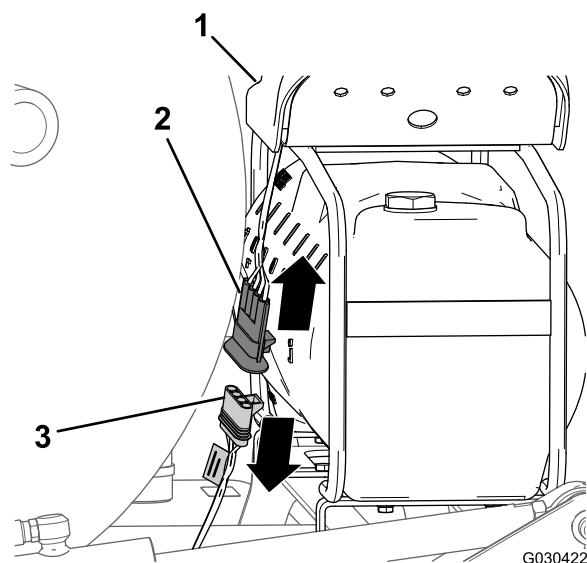

Figura 6
1. Na traseira do depósito do marcador de espuma, localize a cablagem no compressor (Figura 6).
2. Desligue o conector de 4 pinos da cablagem do compressor do conector de 4 tomadas da cablagem traseira da máquina (Figura 6).